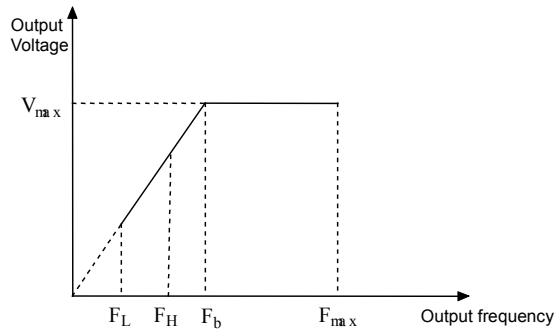

Рис. 6-1 Параметры характеристик
Максимальная выходная частота – это максимально допустимая выходная частота привода, как показано на рис. 6-1 в виде Fmax;
показано на рис. 6-1 в виде V_{max} ;
Нижний предел частоты – минимально допустимая рабочая частота, задаваемая пользователем, как показано на рис. 6-1 в виде F_L ;
4. Схематично максимальная выходная частота, верхний предел частоты и нижний предел частоты приводятся на рис. 6-1.